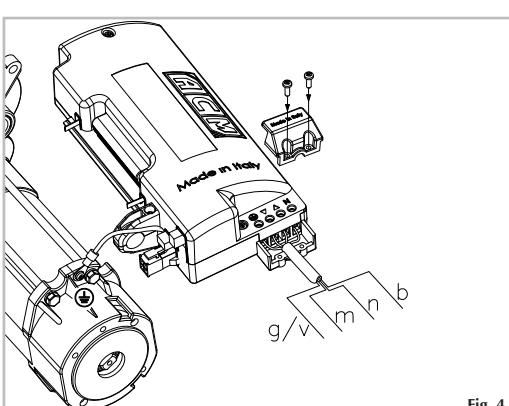

Fig. 4
- 16) Connecter le câble d'alimentation au fin de course en respectant la bonne direction (voir figure 4).
- 17) Fermer le fin de course à travers le couvercle en plastique (**Z**) et puis serrez les deux vis, vérifier la disposition correcte des câbles (voir figure 4).